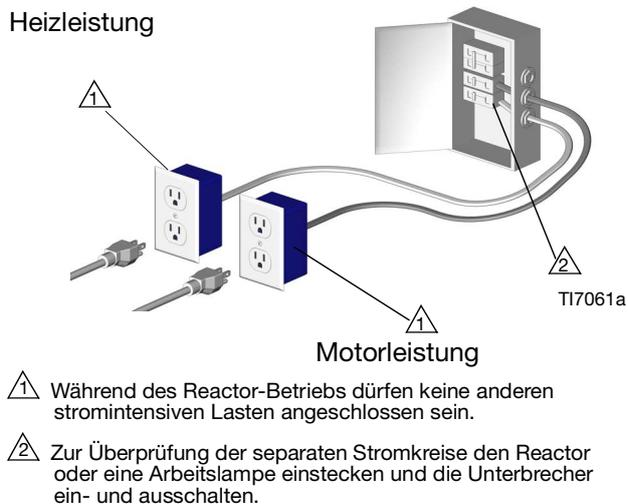

ABB. 4 Verwenden zweier getrennter Stromkreise
- Schließen Sie den Reactor an der für Ihr Modell geeigneten Stromquelle an. Siehe TABELLE 4. Netzkabel müssen an zwei getrennte, eigene Stromkreise angeschlossen werden. Siehe ABB. 4.